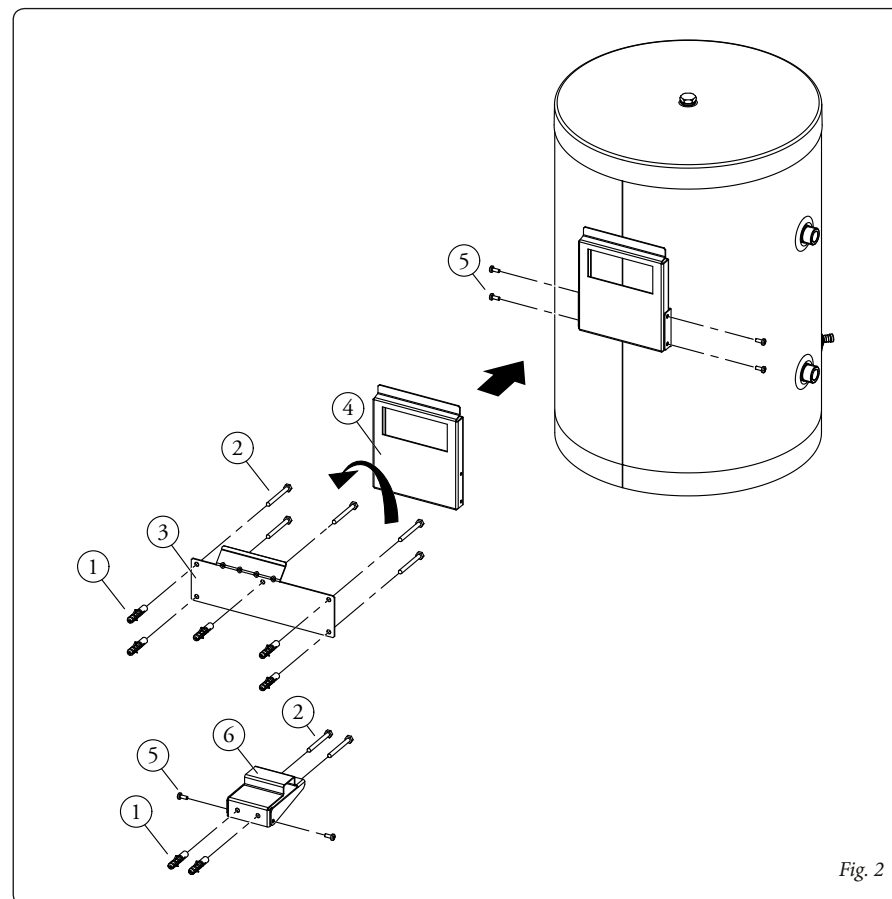

Fig. 2
INSTALLAZIONE (FIG. 2 - 3 - 4):
- Fissare il supporto (3) all'altezza desiderata sul muro inserendo negli appositi fori predisposti le viti (2) e i tasselli (1) presenti all'interno del kit (Fig. 2).
- Fissare il telaio (4) sulla sede predisposta sul boiler mediante le viti (5) presenti nel kit (Fig. 2).